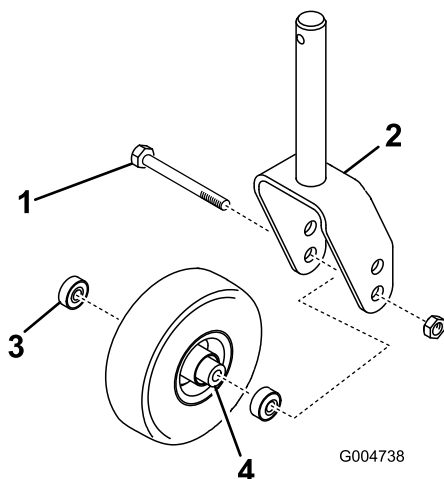

Figure 23
1. Enlevez le contre-écrou du boulon qui fixe la roue pivotante à la chape (Figure 23).
3. Enlevez le roulement du moyeu de la roue et laissez tomber la douille d'écartement à l'extérieur (Figure 23).